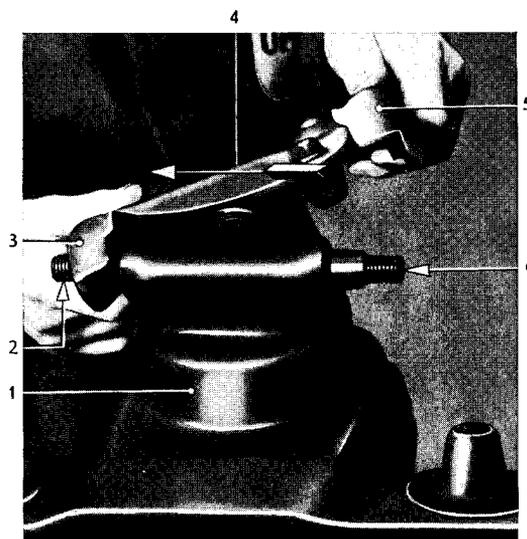

Bild 31 – Oberen Lenker abnehmen
2. Oberen Lenker nach einer Seite schieben, bis ein Schenkel aus Lenkerachse ausgeführt werden kann. Dann Lenker in Schräglage von Lenkerachse vollständig abnehmen (Bild 31).